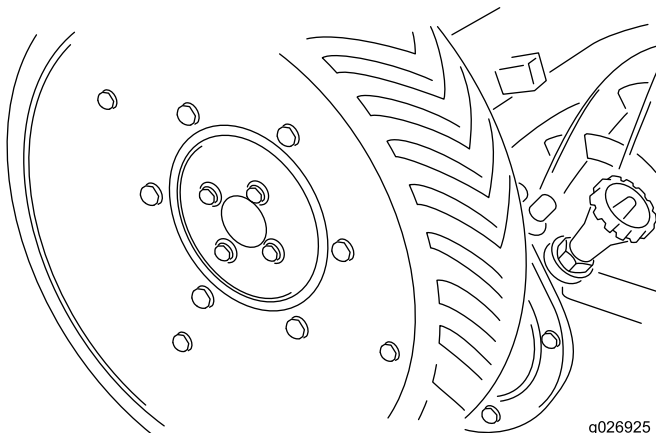

Figure 3
4. Montez les roues motrices à l'aide de vis et de rondelles-freins (Figure 3). N'essayez pas de monter les roues par-dessus les capuchons d'expédition.